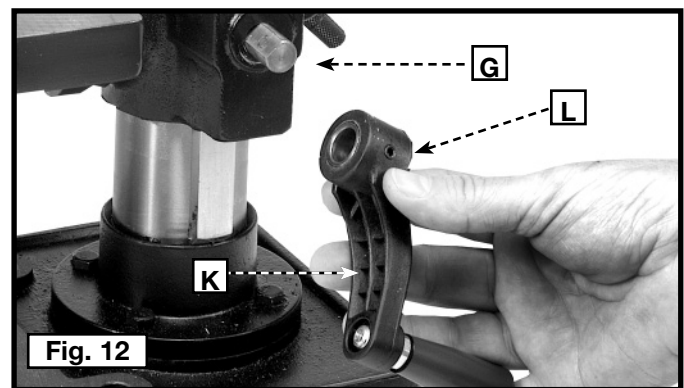

Fig. 12
10. Adjunte el mango para elevar y bajar la mesa (K), Fig. 12, en el eje del engranaje de tornillos sin fin (G) y ajuste el tornillo de sujeción (L) contra la parte plana en el eje.